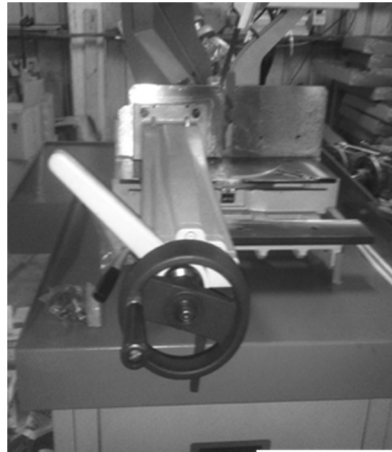
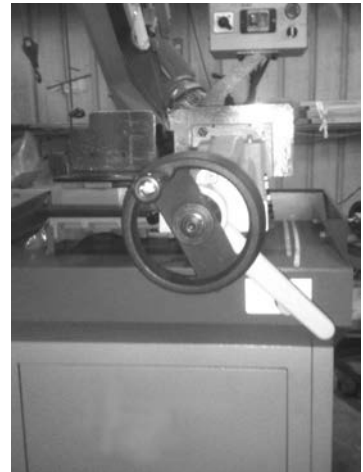

Fig 7-2
Fig 7-3
2. Déplacer l'étau toujours entièrement à gauche (fig. 7-2) ou à droite (fig. 7-3)